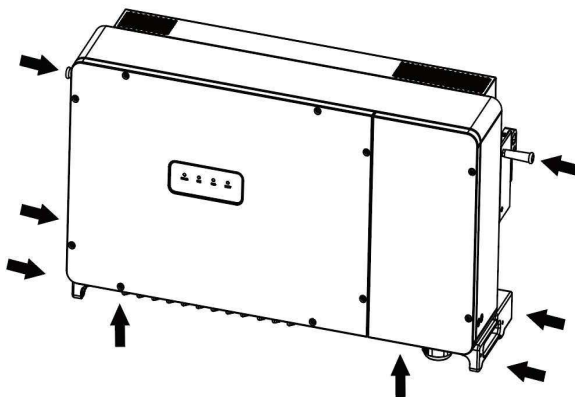

Fig. 3-13 Pendurar o inversor manualmente
- Suspensão manual: duas pessoas seguram as alças; duas pessoas seguram a superfície inferior e os suportes laterais. Pendure o inversor no suporte de montagem com a ajuda de quatro pessoas, consulte a Fig. 3-13.